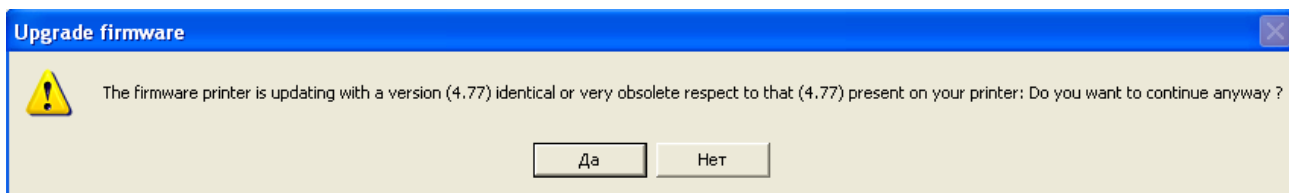

Рисунок 9 – Возможное предупреждение.
3.3.10 Если отобразится необязательное предупреждение (см. Рисунок 9), нажмите на кнопку «Да».